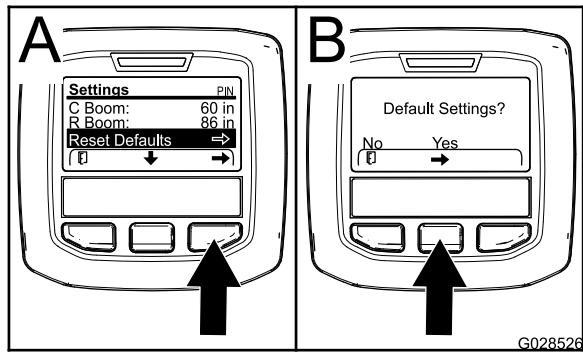

Figure 74
- Appuyez sur le bouton de sélection central pour naviguer jusqu'à l'option Retour réglages d'usine (Figure 74).
- Dans l'écran Réglages d'usine, appuyez sur le bouton de sélection gauche pour NON ou sur le bouton droit pour OUI (Figure 74).